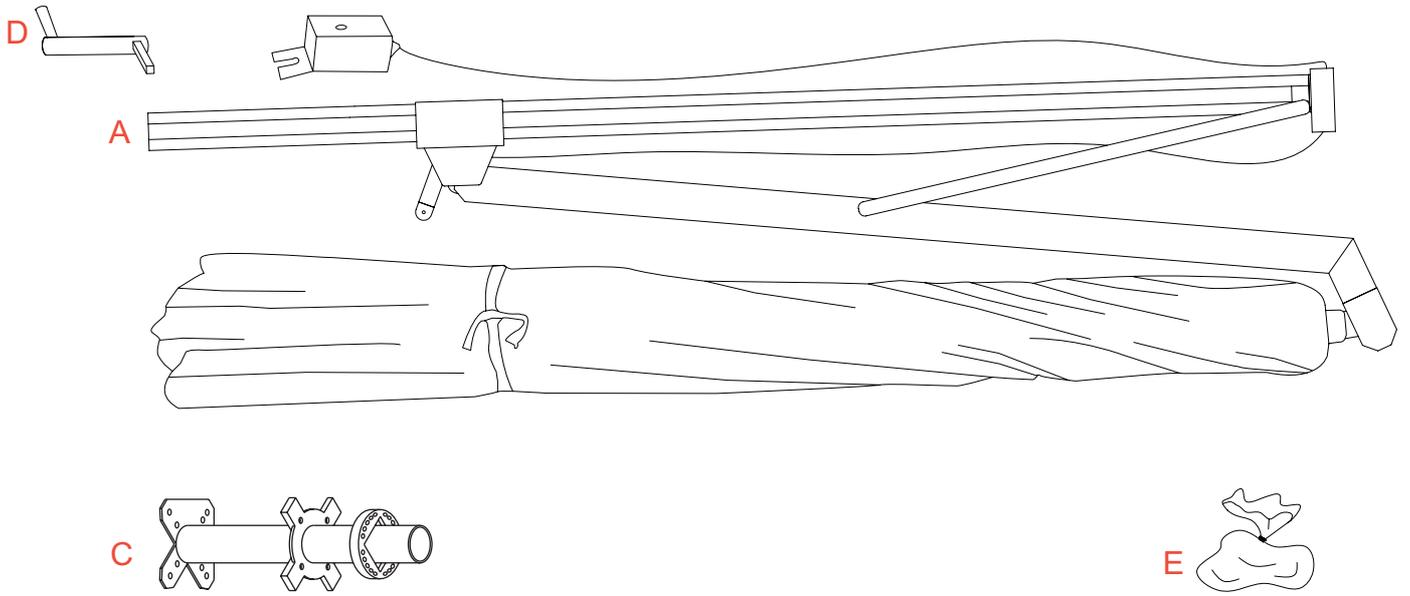
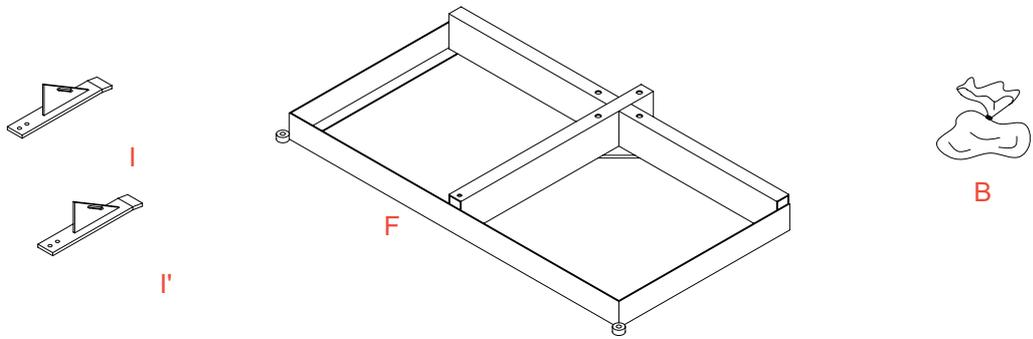

Fig. 1
Fig. 2
**COMPOSANTS (fig. 1):** pour les composants de la base faire référence a la figure 2